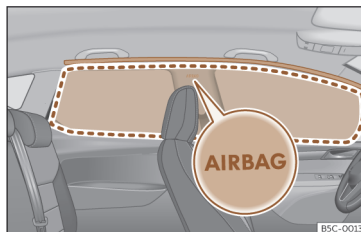

Fig. 35 Localização dos airbags da cabeça.
Os airbags da cabeça estão localizados de ambos os lados do habitáculo, por cima das portas >>> **Fig. 35** e estão assinalados pelo logo «AIRBAG».
Ao ativar-se, o airbag da cabeça ocupa a zona assinalada (raio de alcance) >>> **Fig. 35**. Por este motivo, nunca se deverá colocar ou fixar objetos nesta zona >>> .
- Assegure-se de que as crianças viajam sentadas corretamente nas suas cadeiras e não colocam a cabeça na zona de insuflação dos airbags para a cabeça >>> **Fig. 35**, uma vez que, se os airbags disparassem, estes poderiam bater-lhes e causar-lhes lesões graves.